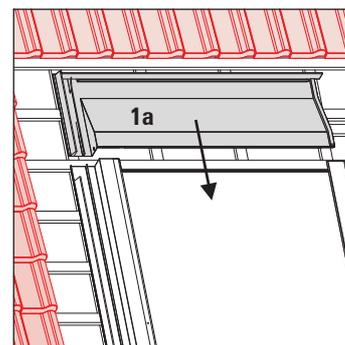

Fig. 3-52 Étape 11
11. Enclencher les tôles de recouvrement supérieures préparées (1a et 1b) en appuyant en direction du toit et en poussant simultanément en direction du capteur plan (fig. 3-52).